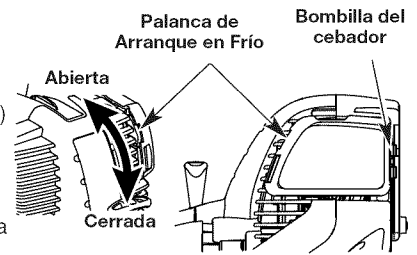

Fig. 11
**SI ESTÁ FRÍO...** Para funcionamiento en tiempo de frío (por debajo de 40°F), gire la palanca de arranque para tiempo frío (Fig. 11) hacia abajo hasta la posición de arranque/cerrada y continúe al paso 3. NO gire esta palanca hacia abajo si la temperatura está por encima de 40°F.
3. Oprima completamente y libere la pera del cebador 10 veces, lentamente. Deberá verse alguna cantidad de combustible en la pera del cebador (Fig. 11). Si no puede ver combustible en la pera, oprima y suelte la pera tantas veces como sea necesario hasta que vea combustible en la misma.